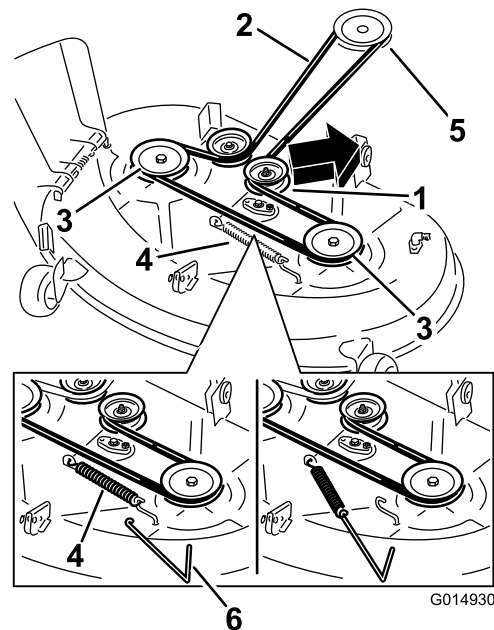
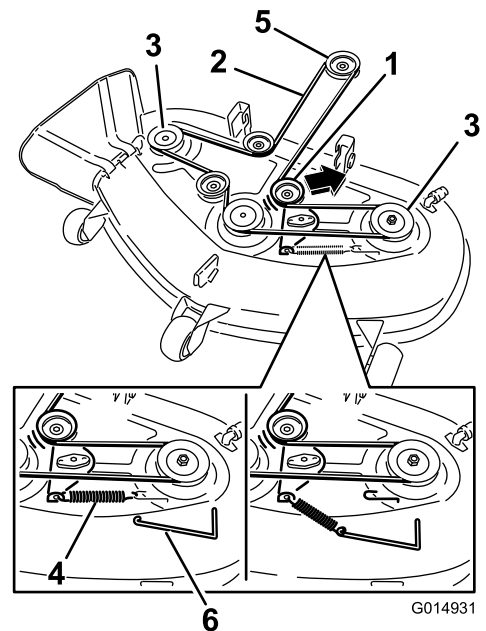

Bild 69
Bild 70
4. Entfernen Sie die Spannscheibenfeder mit einem Werkzeug zur Federentfernung (Toro Bestellnummer 92-5771) vom Mähwerkhaken, um die Spannung von der Spannscheibe zu nehmen, und rollen Sie den Riemen von den Spannscheiben (Bild 69 und Bild 70).
5. Legen Sie den neuen Riemen um die Motor- und Mähwerkspannscheiben (Bild 70).
6. Setzen Sie die Spannscheibenfeder mit einem Werkzeug zur Federentfernung (Toro Bestellnummer 92-5771) auf den Mähwerkhaken, um die Spannscheibe und den Mähwerkriemen zu spannen (Bild 69 und Bild 70).